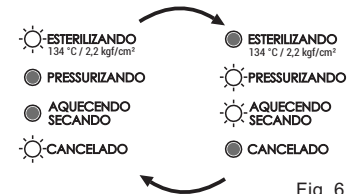

Fig. 6
3. Depois de inserir o código, a autoclave emitirá 4 bips, e os LEDs piscarão de forma alternada (Fig. 6, pág. 11), indicando que foi desbloqueada e está pronta para o **Ajuste Automático de Altitude** (consulte a página 11).